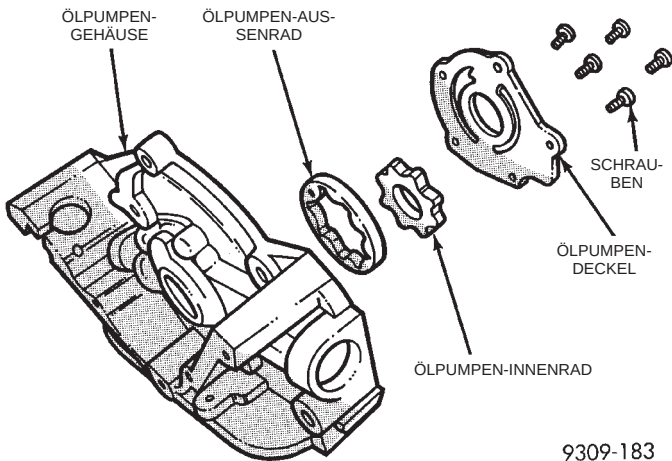

Abb. 105 Ölpumpe
(6) Alle Teile in geeignetem Lösungsmittel reinigen und gründlich auf Beschädigung und Verschleiß prüfen (Abb. 105).